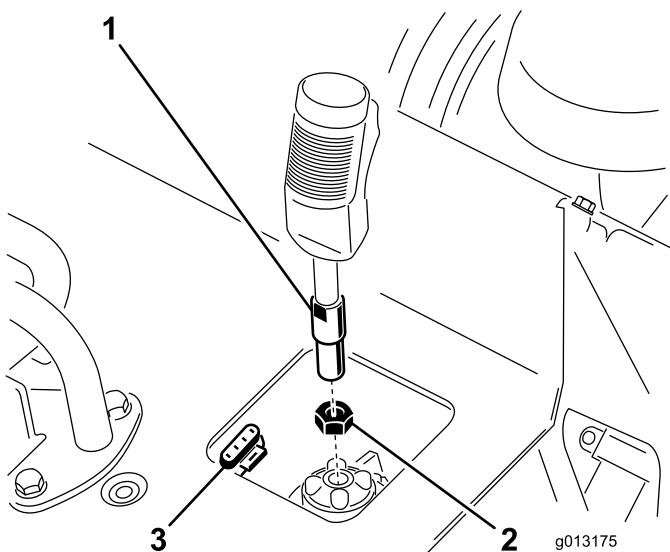

Figura 4
1. Aperte a porca de bloqueio na alavanca de controlo do triturador (Figura 4).
2. Enrosque a alavanca de controlo do triturador no receptáculo do painel de controlo (Figura 4).
3. Com o gatilho orientado para a frente, aperte a porca de bloqueio junto ao receptáculo para fixar a alavanca no lugar (Figura 4).
4. Ligue o fio na alavanca ao conector de 4 pinos debaixo do painel de controlo (Figura 4).